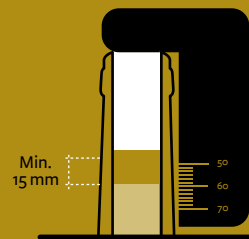

Figure 6
- La machine d'embouteillage, après une sélection correcte de la longueur du bouchon, doit être calibrée pour laisser au moins un espace de 15mm entre la surface du vin et le bouchon (Valeur pour des bouteilles de 750 ml). Cet espace vide est essentiel pour permettre la dilatation du vin si la température augmente pendant le transport ou le stockage (figure 6);